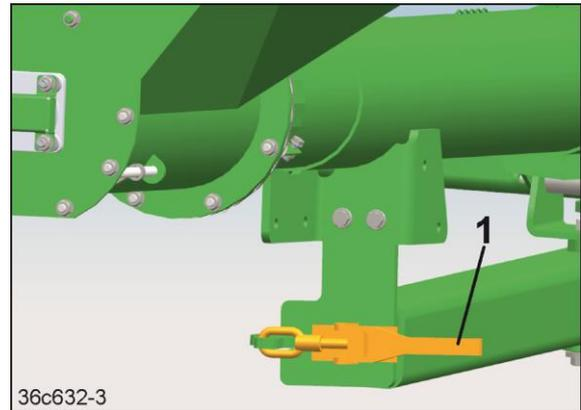

Fig. 390
14. Die Arretierung (Fig. 390/1) der Befüllschnecke lösen.